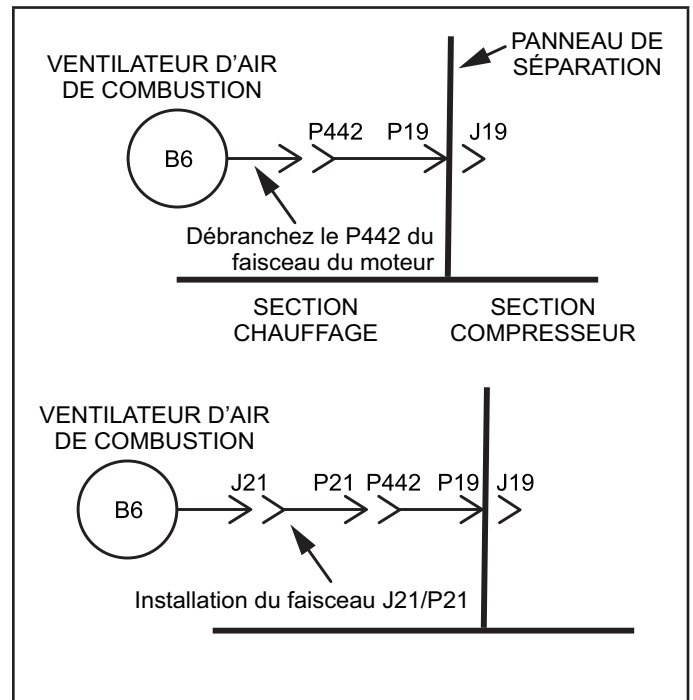

Figure 3
- 3 - Installez le faisceau de câbles de l'ensemble entre la fiche du moteur et la prise de l'unité. Reportez-vous à la Figure 3.